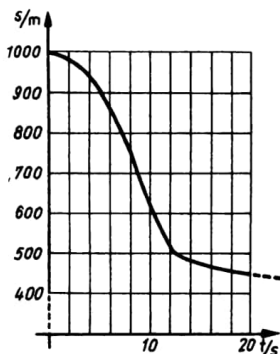

Bild 28
- 3.17** Erläutern Sie anhand der wirkenden Kräfte das bei einem Fallschirmsabsperrung aus 1000 m Höhe mit verzögerter Schirmöffnung aufgenommene v, t -Diagramm (Bild 28). (Vergleichen Sie mit F, Aufgabe 2.13.)